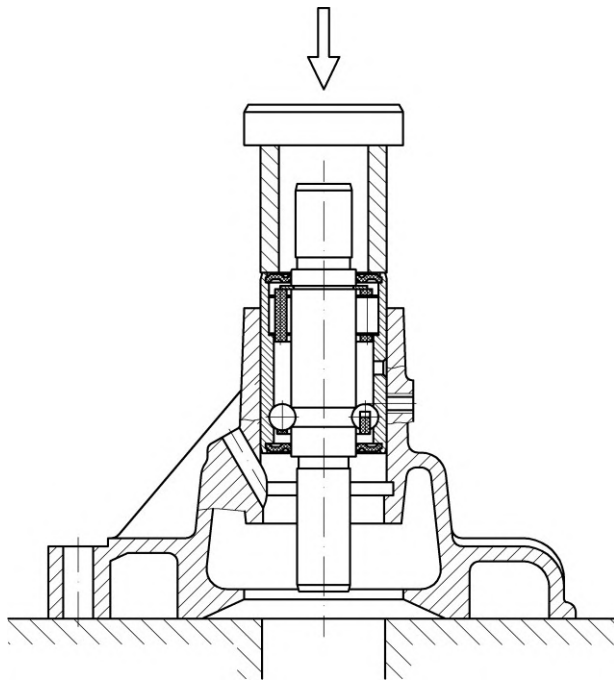

Abb. 114. Einpressen des Lagers mit Welle
- Drücken Sie das Lager mit der Rolle als Baugruppe mit Hilfe einer Passstange so in das Gehäuse, dass die Aussparung für die Halterung am Lagerring mit der Öffnung im Gehäuse der Wasserpumpe übereinstimmt (Abb. 114);